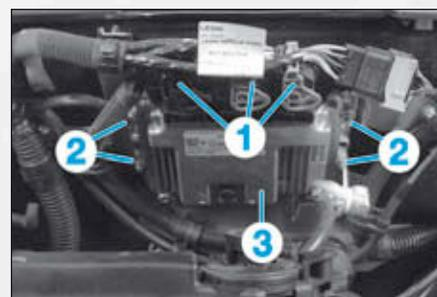

FIG.22
- Débrancher les connecteurs (1) du calculateur (Fig.22).
- les écrous (2),
- le calculateur de gestion moteur (3).